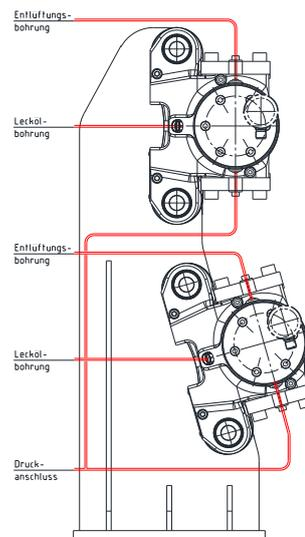

Bild 14: Druckanschluss mehrerer Bremsen (parallel)
Bei der Montage von mehreren Bremsen empfehlen wir, den Druckanschluss bei jeder Bremse einzeln (parallel) anzuschließen (siehe Bild 14).
**Bei der Parallelschaltung von Bremsen (siehe Bild 14) muss jede Bremse einzeln entlüftet werden.**